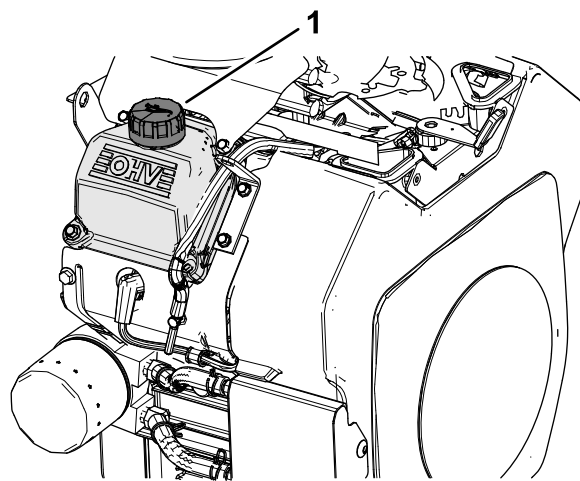
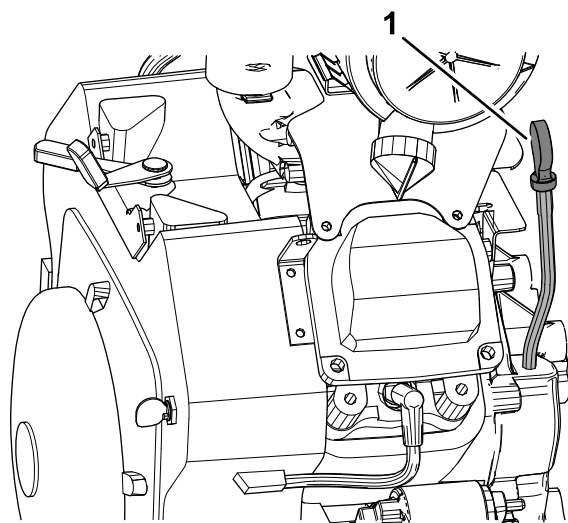

図 29
図 28
2. バルブカバーのディップスティックとキャップをきれいに拭きく 図 28 と 図 29。
3. ディップスティックを抜き取ってオイルを拭き取る 図 28。